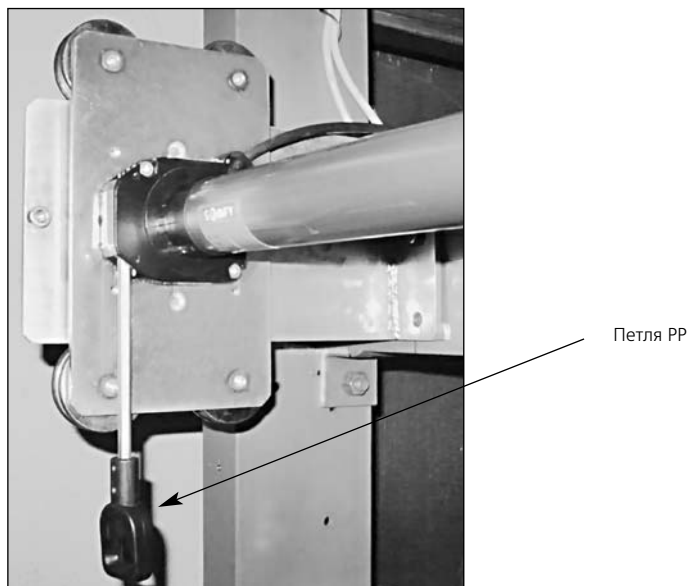

Рис.5.4.
- 5.3.** При комплектации роллеты электроприводами с системой ручного аварийного подъема в качестве приводных элементов используются петля PP и вороток КР. Приводные элементы располагаются вертикально (рис.5.4). Хвостовик петли вставляется в шестигранное отверстие редуктора системы ручного аварийного подъема и закрепляется при помощи кольца и винта, входящих в комплект петли.